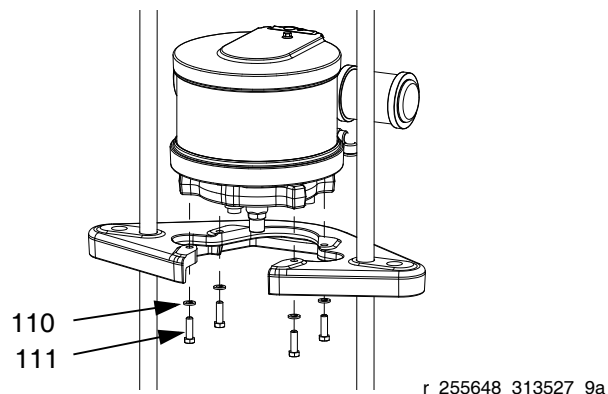

FIG. 25: NXT 200-1800 con piastra da 200 litri (55 galloni)
- b. Per NXT 200-1800 con piastra da 200 litri (55 galloni) (unità di alimentazione D200 7,6 cm (3 poll.) e D200s 16,5 cm (6,5 poll.): rimuovere le viti (111) e le rondelle (110) che fissano il motore alla piastra di montaggio. Vedere la FIG. 25.
2. Per NXT200-1800: collegare il motore alla staffa di montaggio con le viti (111) e le rondelle (110). Vedere FIG. 25 a pagina 27.
- b. Collegare il flessibile dell'aria al motore. Se si utilizza un DataTrak remoto, collegare le connessioni elettriche al motore pneumatico. Vedere FIG. 25 a pagina 27.
3. Collegare il flessibile dell'aria al motore. Se si utilizza un DataTrak remoto, collegare le connessioni elettriche al motore pneumatico. Vedere FIG. 25 a pagina 27.